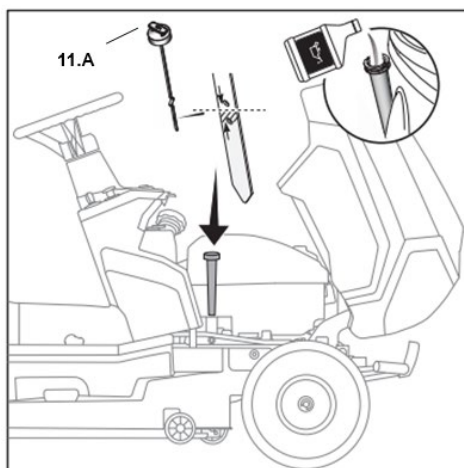

Fig.11
2. Rimuovere l'astina di livello (Fig.11). Rimuovere eventuali residui di olio dall'astina di livello.